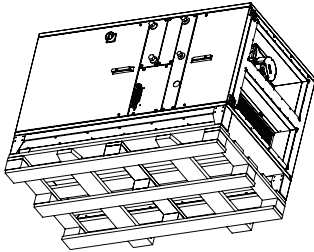

Abb. 3:
- Bei einem Transport mit einem Gabelstapler ist darauf zu achten, dass das Gerät mit dem Grundprofil bzw. Grundrahmen auf den Gabeln des Staplers bzw. auf einer Palette vollständig aufliegt und der Geräteschwerpunkt zwischen den Gabeln liegt. (s. Abb. 3).